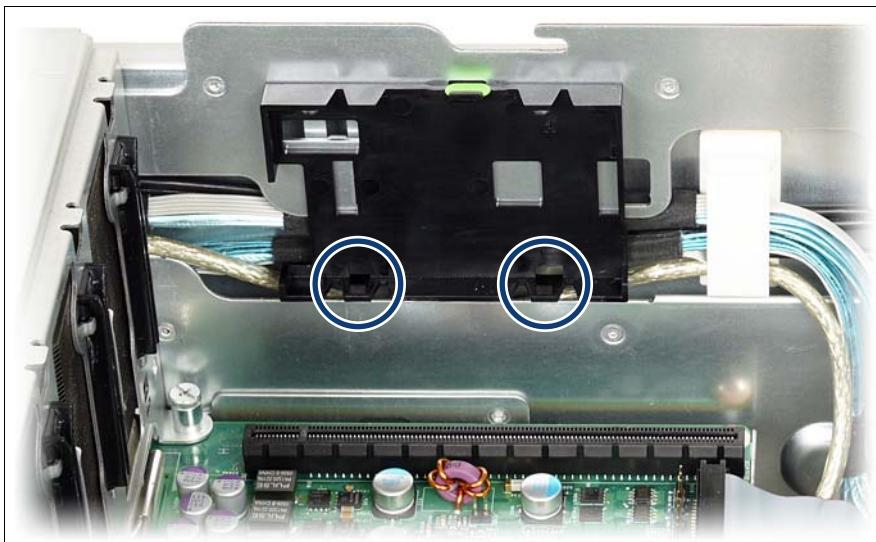

図 43: バッテリーホルダー #1 の位置
1. バッテリーを少し傾けて 2 つのクリップの後ろに挿入します（65 ページ の図 43 の円を参照）。